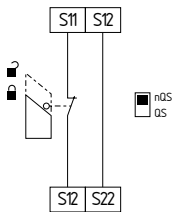

Fig. 10
**Circuito de monitorização de porta de proteção de canal único com dispositivos de encravamento conforme ISO 14119 (ver Fig. 10)**